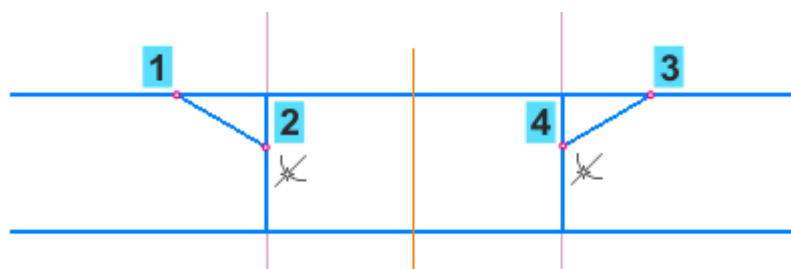

Рисунок 5
- Таким же способом постройте второй отрезок, задав координату (25,25; 3) и угол наклона 210 (точки 3 и 4). (рисунок 5)